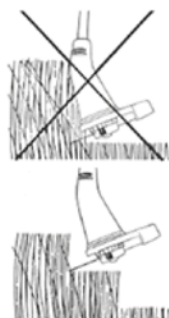

Fig. 10
2. Coupez les herbes hautes en plusieurs fois en commençant toujours par leur extrémité supérieure. Ne coupez pas les herbes humides ou mouillées. Ne mettez pas votre outil en surcharge. (Fig. 10)